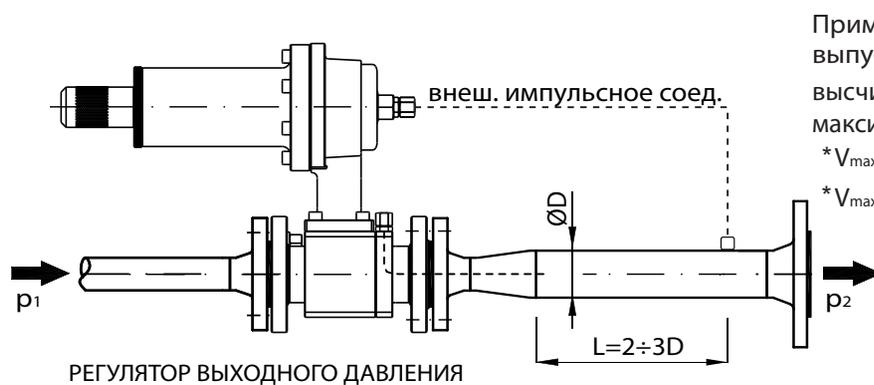
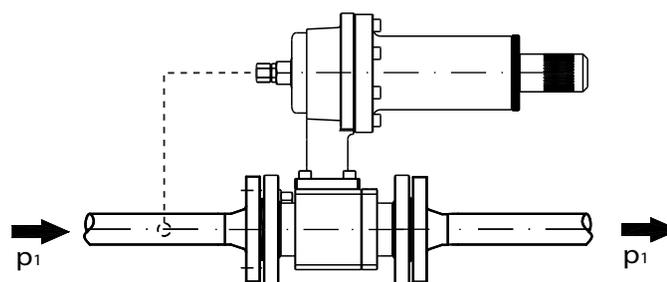
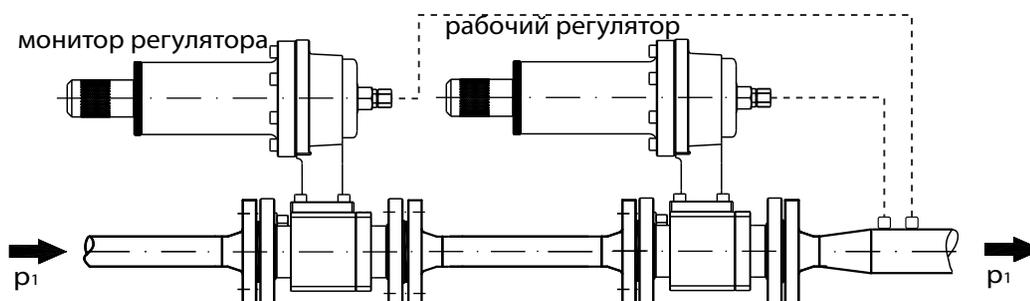

рисунок 1.
рисунок 2.
рисунок 3.
Регулятор давления прямого действия тип: 126-AX обеспечивает постоянное значение выходного давления ( $p_2$ ) в регуляторной группе (RG) независимо от изменений расхода и входного давления ( $p_1$ ). Он используется для регулирования давления природного газа, пропана-бутана, воздуха, азота и других технических газов. Выходное давление подается через импульсное соединение в мембранную камеру регулятора, в которой вместе с выходным давлением формируется контрольное давление. Подача контрольного давления в камеру мембраны происходит в двух вариантах: через внешнее или внутреннее импульсное соединение (рис.1). Сбалансированное подвижное сопло обеспечивает наилучшую регулировку давления и значительно увеличивает коэффициент расхода KG. Осевой регулятор давления газа прямого действия за счет идентичных элементов может служить как регулятор выходного давления, так и входного, с перепускным клапаном или с предохранительным клапаном. За счет поворота активной части на  $180^\circ$  в регулятор начинает поступать контрольное давление с входа, соответственно он начинает работать от входного давления, с предохранительным клапаном или с перепускным (рис. 2). Осевой регулятор тип: 126-AX при регулировании выходного давления в случае отказа или повреждения мембраны остается открыт. При регулировании входного давления регулятор, в случае отказа или повреждения, закрывается. Осевой регулятор тип: 126-AX также предусмотрен с управлением от монитора (рис. 3), в случае когда монитор находится перед регулятором. В случае неисправности рабочего регулятора, клапан открывается и регулирование давления начинает выполнять регулятор-монитор. Конструкция регулятора упрощает разборку трубопровода, облегчая обслуживание и обзор критических элементов, а также дает возможность для изменения размера выходного разъема. Установка регулятора возможна в горизонтальном и вертикальном положении, а также во всех других возможных положениях. Во время установки необходимо убедиться, чтобы узел трубопровода перед регулятором был чист.
Осевой регулятор выходного давления: 126-АХ (рис. 1 и 4) в исходном состоянии (когда нет газа в трубопроводе) находится в открытом положении, т.е. мембранная камера перемещает подвижный рычаг (8) под действием пружины (14). Рычаг перемещает подвижное сопло (5) по неподвижному штоку рычага (21) и вращающийся вал (20) относительно двухстороннего седла регулятора (6), и таким образом полностью открывает регулятор. Давление газа через импульсное отверстие воздействует на нижнюю поверхность мембраны, преодолевая силу пружины (14), тянет подвижный рычаг (8), который управляет подвижным соплом (5), тем самым регулируя давление по необходимому значению. Когда давление в выходном или импульсном отверстии начинает резко увеличиваться, регулятор автоматически закрывается, в случае падения и стабилизации давления регулятор снова открывается. Усилие пружины (14) настраивается регулировочным винтом (16). В начальном состоянии регулятор входного давления (рис. 2), когда в трубопроводе отсутствует газ, находится в закрытом положении, т.е. мембранная камера перемещает движущийся рычаг под действием силы пружины. Рычаг перемещает подвижное сопло в двухстороннее фиксированное седло регулятора по неподвижному штоку рычага и вращающийся вал, тем самым закрывая регулятор. Давление газа через импульсное отверстие воздействует на нижнюю поверхность мембраны, преодолевая силу пружины, вытягивая подвижный рычаг, который перемещает движущееся сопло и открывает регулятор в случае падения давления.